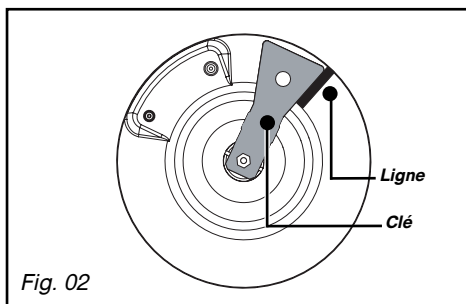

Fig. 02
– **Raccordement avec un tuyau flexible** caoutchouc renforcé **à embouts mécaniques** vissables (conforme à la norme XP D 36-112) dont la durée de vie est de 10 ans (Fig. 02).
– Tracez une ligne sur la plaque d'âtre à l'aide d'un crayon à l'endroit indiqué (Fig. 02).